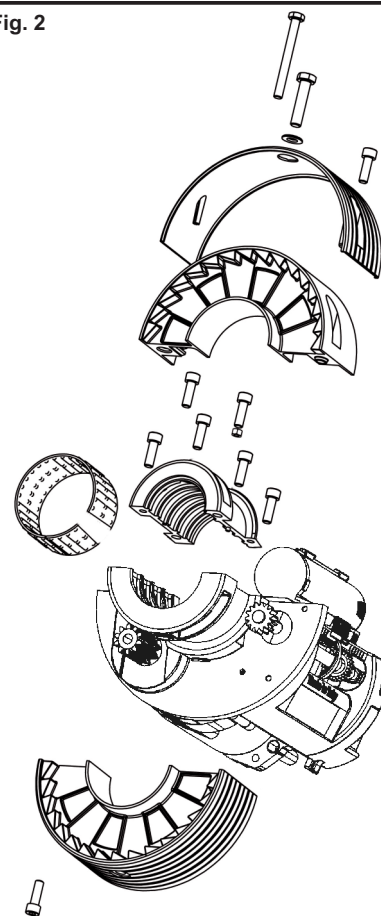

Fig. 3
- Verificare che il motore risulti posizionato sul lato destro vista interna serranda e avvitare la vite TE M10 (vite testa esagonale senza dado, posizionata nella parte anteriore del collare di chiusura chassis) facendola penetrare nel foro M10 praticato precedentemente sul tubo della serranda (FIG. 3).
- Verify that the electric motor is placed on the right side rolling shutter and screw the TE M10 (hexagonal screw without nut, placed on the foreground part of the second part of the chassis) screwing it inside the hole M10, effectuated before on the tube of rolling shutter (FIG. 3).
- Vérifier que le moteur électrique est positionné à droit et serrer la vis TE M10 (vis tête hexagonale sans écrou, positionné dans la partie antérieure de la deuxième partie du châssis) serrer la dans le trou M10 effectué précédemment sur le tube du rideau métallique (FIG. 3).
- Comprobar que el motor eléctrico está colocado a la derecha vista interna de la enrollable y atornillar el tornillo TE M10 (tornillo hexagonal sin tuerca, colocado en la parte delantera del segundo chasis) atornillando totalmente en el taladro M10 efectuado anteriormente en el eje de la enrollable (FIG. 3).